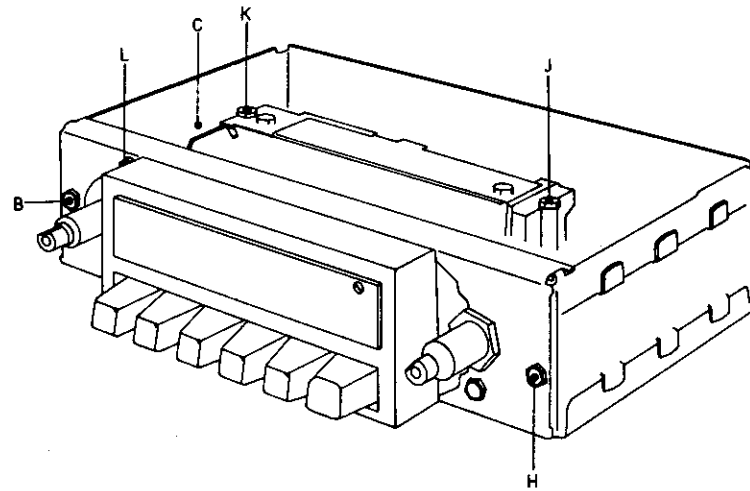

Fig. 4
5.7 Laut Fig. 4 die beiden Sechskantblechschrauben J, K entfernen.
5.7 According to fig. 4, remove both hex. self-tapping screws J, K.
- 5.13 Die Rastnasen der HF-ZF-Platte wieder in die Rückwand einschieben und die Platte festschrauben mit den beiden Sechskantblechschrauben J, K laut Fig. 4.
- 5.13 Displace again catches into back cover and fasten board with 2 hex. self-tapping screws J, K (fig. 4).